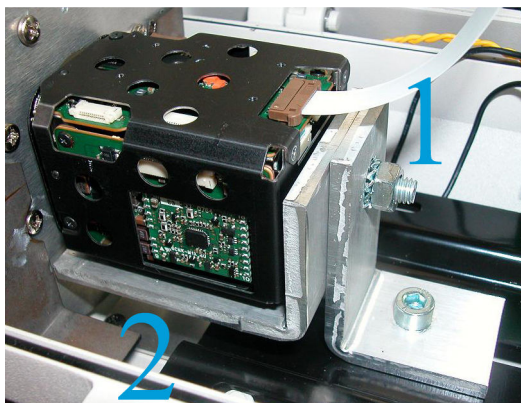

Figura 3 - Staffa di fissaggio/rotazione Telecamera
Per ruotare la telecamera è sufficiente allentare il bullone (1) in figura 3 e ruotare la staffa (2) fino ad ottenere l'orientamento dell'immagine desiderata.